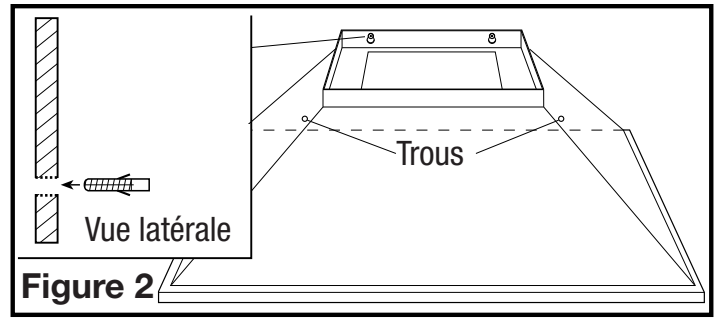

Figure 2
2. Avec la hotte accrochée en place à partir des vis supérieures, marquez l'endroit des trous inférieurs. Si vous installez sur une cloison sèche, percez des trous dans le mur en utilisant un foret de 3/16 po. Installez les ancrages de mur dans les trous forés (un pour chaque trou). Si vous installez sur d'autres matériels (brique, ciment, plâtre, etc.) choisissez une fixation appropriée capable de soutenir le poids de la hotte. Accrochez la hotte au-dessus des ancrages des trous et vérifiez que la hotte est centrée, à niveau et les trous inférieurs alignent avec les ancrages. Installez les vis fournies #6 x 1 po dans les ancrages (**Figure 2**). Serrez toutes les vis complètement et réinstallez les filtres de graisse.